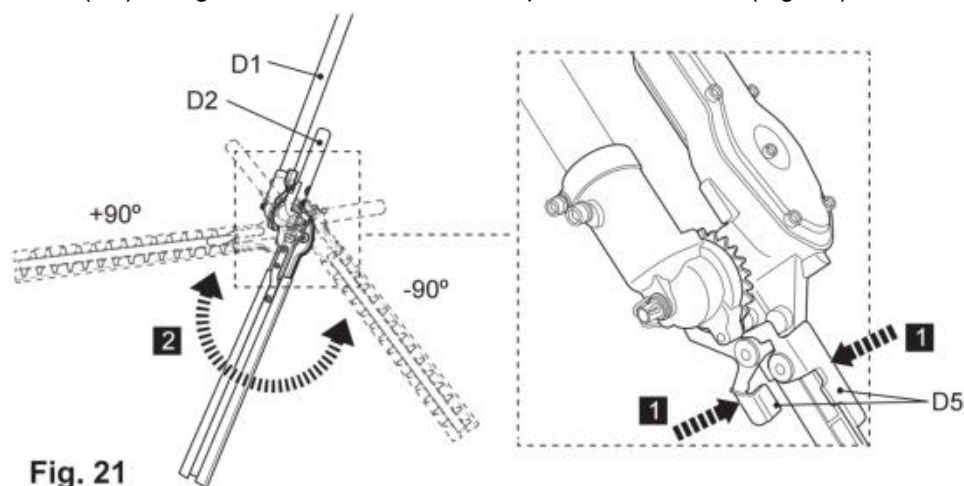

Fig. 21
5) Appuyez sur les leviers de déverrouillage (D5) pour débrayer le système de dents (D6) et réglez la tête de lame dans la position souhaitée (Fig. 21).